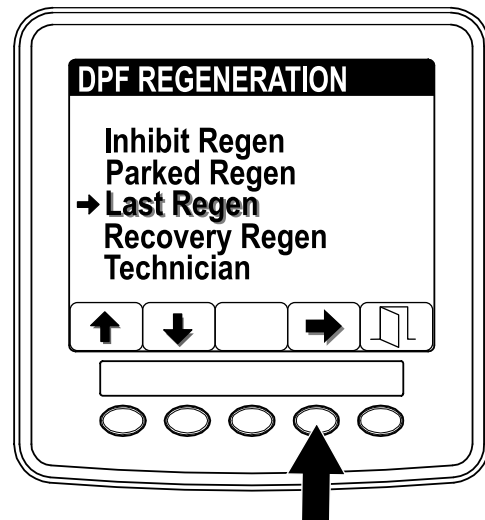

Figure 36
jusqu'à l'option LAST REGEN (dernière régénération) (Figure 36).
- Appuyez sur le bouton 4 pour sélectionner l'option Last Regen (dernière régén.) (Figure 36).